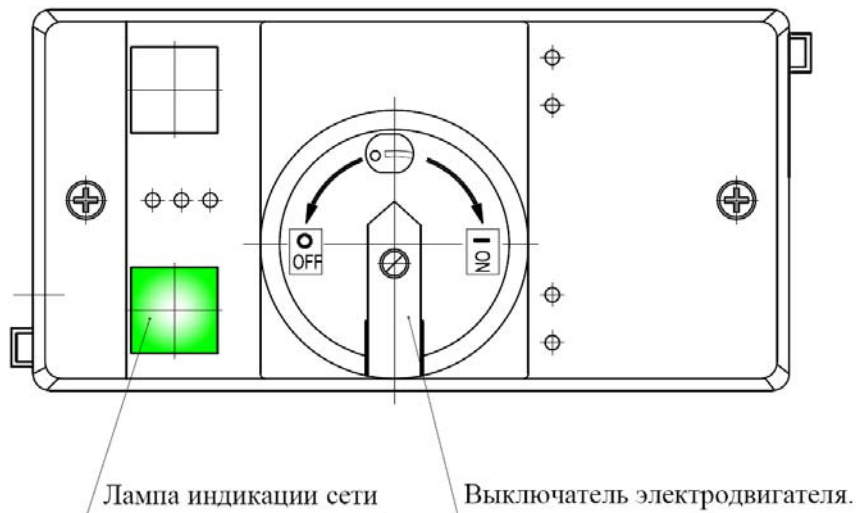

Рис.3 Блок защиты и управления.
- В задней части рамы установлена стойка поз. 5 - сварная конструкция, состоящая из рамы управления и каркаса ограждения, одна из труб которого служит траверсой при подъеме резчика. На каркасе ограждения установлен пластмассовый бак для воды поз. 8, который крепится при помощи резинового ремня. Сзади на стойке установлен блок защиты и управления электродвигателя (см. рис. 3).